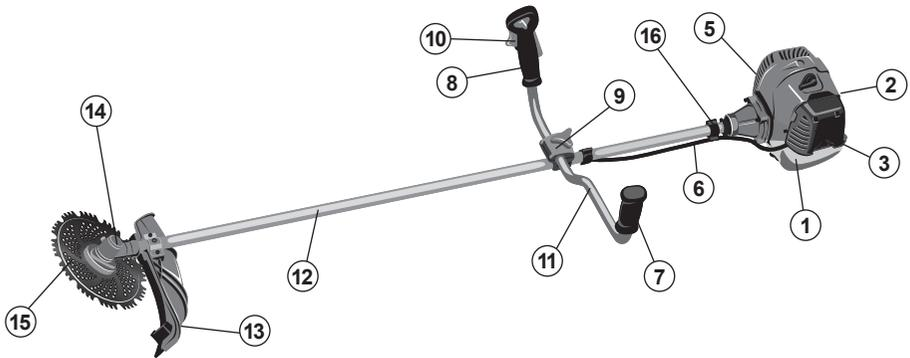

Рис.2. Расположение основных элементов бензотриммера:
Основные элементы и части бензотриммера представлены на *рис. 2*.
Ремень крепится к штанге с помощью держателя (16) (рис.2). Согласно рис.5 наденьте ремень на шею и пристегните карабин за одно из отверстий в держателе (16) (см. рис.2).